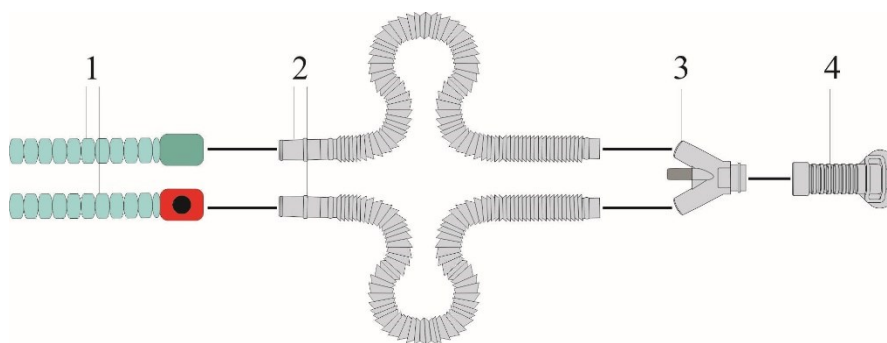

Fig. 110: Anslutning av EasyFlow NCPAP
2. Dra loss de båda frånkopplingsslangarna från varandra och forma en båge (se Fig. 110).